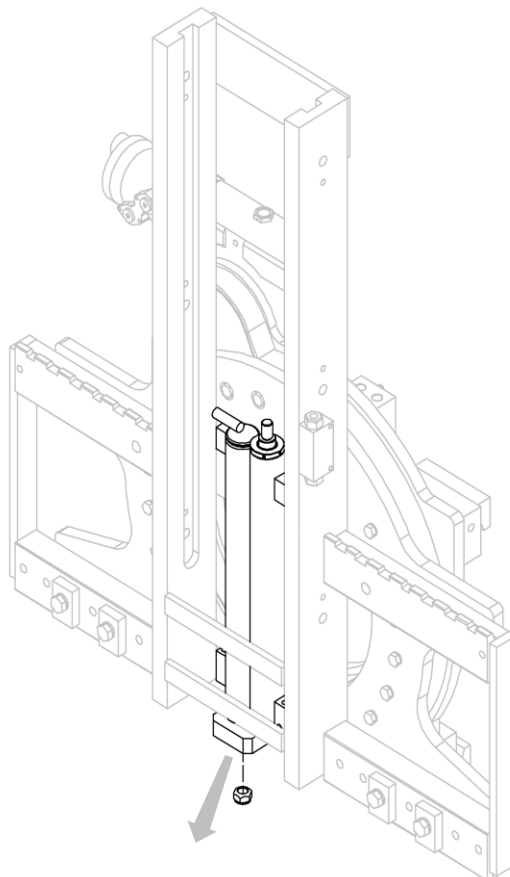

Figura 25
4. Rimuovere i cilindri dopo aver rimosso il relativo dado che li vincola alla struttura dell'attrezzatura (vedi *Figura 25*).